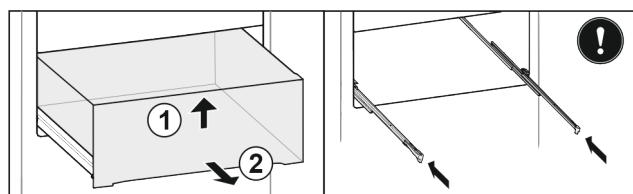

Fig. 19
- 抬起抽屉前部 Fig. 19 (1)。
- 向前取出 Fig. 19 (2)。